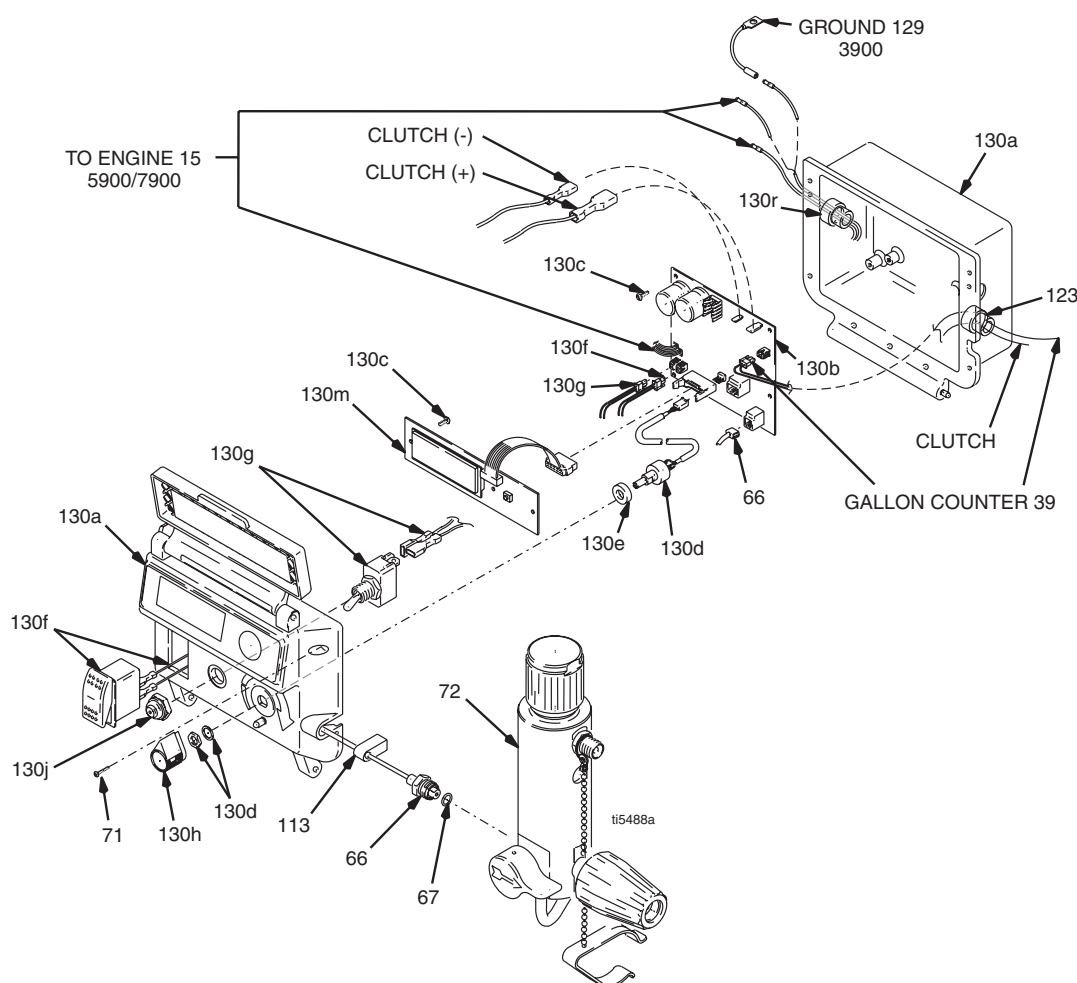

Рис. 14
- a. Рис. 14. Отверните два винта (71) и отодвиньте кожух (130a).
12. Рис. 14. Подключите соединители троса сцепления ко внутренней стороны регулировки давления.
1. Рис. 14. Отверните два винта (71) и отодвиньте кожух кожух (130a).
1. Рис. 14. Отверните два винта (71) и отодвиньте кожух кожух (130a)
- Подвод от трансдуктора (66)
- Подвод от датчика счетчика галлонов (39)
1. Рис. 14. Установите четыре винта (130с) и контрольное табло (130b).
2. Отсоедините подвод трансдуктора (66) от контрольного табло (130b).
3. Вытащите соединитель трансдуктора через проходную изолирующую втулку (113).
4. Снимите трансдуктор регулировки давления (66) и кольцевое уплотнение (67) с корпуса фильтра (72).
1. Рис. 14. Установите кольцевое уплотнение (67) и трансдуктор регулировки давления (66) на корпус фильтра (72). Затяните до 35 - 45 дюйм-фунт.
3. Подсоедините подвод трансдуктора (66) к контрольному табло (130b).
4. Отодвиньте кожух (130a) и закрепите двумя болтами (71).
2. Рис. 14. Установите потенциометр, гайку вала, шайбу Гровера и ручку потенциометра (130h).